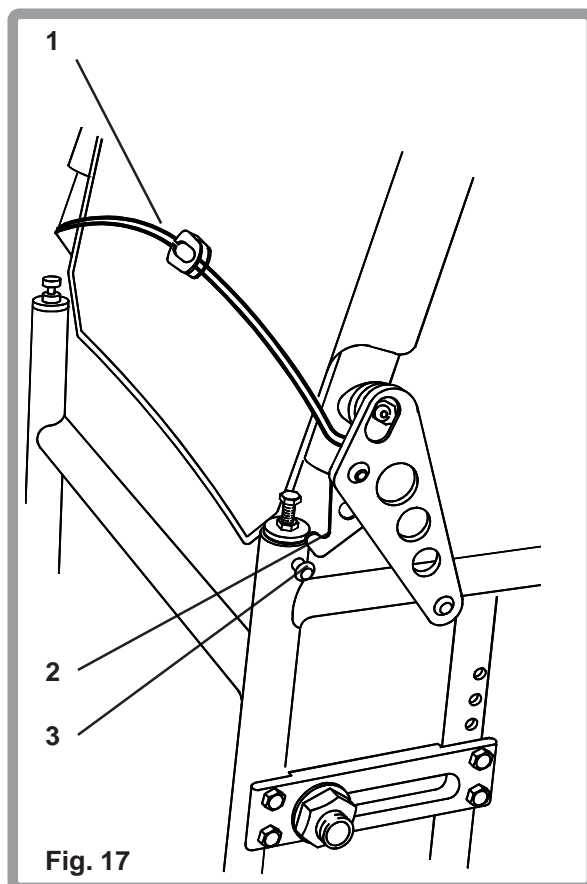

Fig. 17
Pour plier le dossier (Fig. 17), tirer sur la courroie (1) vers le haut jusqu'à ce que les leviers de verrouillage (2) se dégagent. Basculer le dossier en position repliée. Pour remettre le dossier en position d'assise normale, le tirer simplement à la verticale jusqu'à ce que les leviers de verrouillage s'engagent sur les boulons de verrouillage (3).